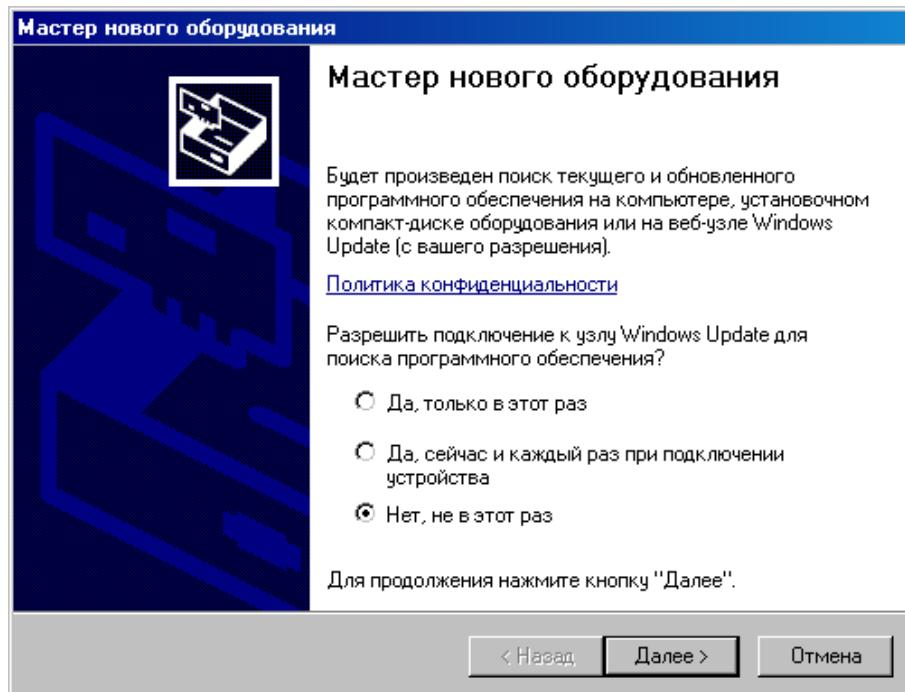

Рис.3. Запуск мастера установки драйвера
- Через 1-2 минуты операционная система обнаружит новое устройство (на мониторе появится сообщение ) и запустит процесс установки драйвера устройства с помощью Мастера нового оборудования (Рис.3).